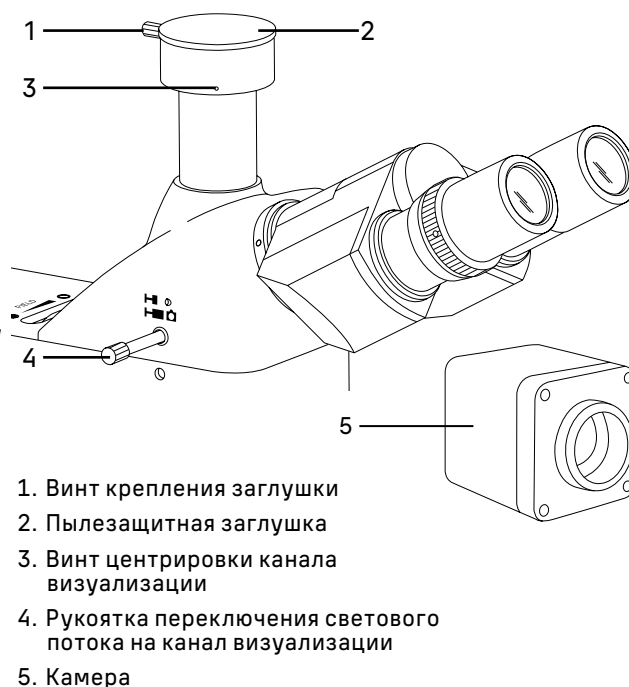
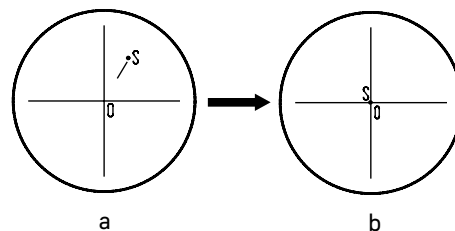

Рис. 13. Использование канала визуализации
Рис. 14. Настройка канала визуализации
Конструкция микроскопа предусматривает наблюдение объекта через окуляры и фотографирование объекта. Цифровая камера устанавливается в вертикальный тубус с каналом визуализации 22 (рис. 1), расположенный на верхней стороне тринокулярной насадки. В нерабочем состоянии он закрыт пылезащитной заглушкой 2 (рис. 13). Переключение на канал визуализации осуществляется при помощи рукоятки 4 (рис. 13). Рукоятка располагается с левой стороны тринокулярной визуальной насадки.
- Ослабьте винт крепления заглушки 1 (рис. 13). Уберите пылезащитную заглушку 2 (рис. 13) из вертикального выхода.
- В комплекте микроскопа есть переходник под крепление C-mount. Соедините камеру 5 (рис. 13) с переходником.
- Установите камеру 5 (рис. 13) в канал визуализации и закрепите ее винтом 1 (рис. 13).
- Выдвиньте рукоятку переключения светового потока 4 (рис. 13) до упора. Крайнее выдвинутое положение соответствует работе без использования канала визуализации.
- Включите камеру 5 (рис. 13) согласно инструкции, настройте изображение.
Если есть жесткое требование по синхронизации изображения в окулярах и камере (совпадение между центром и направлением изображения), необходимо отрегулировать канал визуализации при помощи трех винтов центрировки 3 (рис. 13).
- Установите рукоятку переключения светового потока 4 (рис. 13) в положение для наблюдения через окуляры. Наблюдая объект через окуляры, найдите отличительную точку в поле зрения (легко идентифицируемую цель, такую как точка S на рис. 14а), переместите объект на предметном столике так, чтобы данная точка находилась в центре поля зрения как показано на рис. 14б. Для этой процедуры вместо обычного объекта исследования удобно использовать специальный калибровочный слайд с перекрестием, а вместо обычного окуляра – окуляр с перекрестием.
- Вытяните рукоятку переключения светового потока 4 (рис. 13) в положение для фотографирования. Посмотрите объект наблюдения на экране монитора или дисплея, проверьте, находится ли изображение идентифицируемой точки в центре поля зрения. Если изображение точки отклоняется от центра поля зрения, отрегулируйте три центрирующих винта на канале визуализации, чтобы сместить идентифицируемую точку к центру.
- Подвигайте образец и проверьте, переместилось ли изображение образца на мониторе или экране дисплея в том же направлении, что и перемещался образец. Если изображение сдвигается в другом направлении, необходимо отрегулировать положение камеры. Ослабьте крепежный винт 1 (рис. 13), разверните камеру 5 (рис. 13), так, чтобы сделать отображаемое направление изображения в линию вдоль с направлением движения предметного столика, затем закрепите винт.